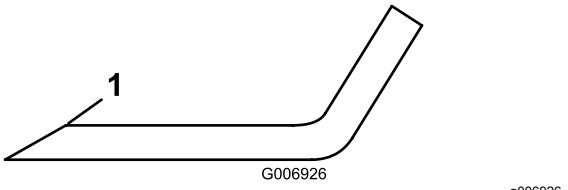

Figura 66
- 5. Inspeccione los filos de corte de todas las cuchillas. Afílelos si están romos o tienen mellas. Afile únicamente la parte superior del filo y mantenga el ángulo de corte original para asegurar un afilado correcto (Figura 66).
- 6. Si está romo o tiene desperfectos, afile únicamente el filo superior y mantenga el ángulo de corte original (Figura 66).